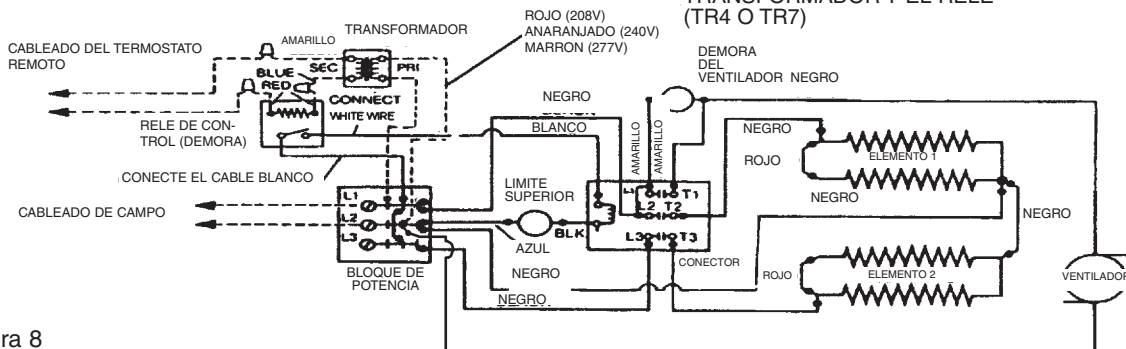

Figura 8
2. Para cablear el transformador y el relé, refiérase al diagrama de cableado, Figura 8, y proceda como sigue: